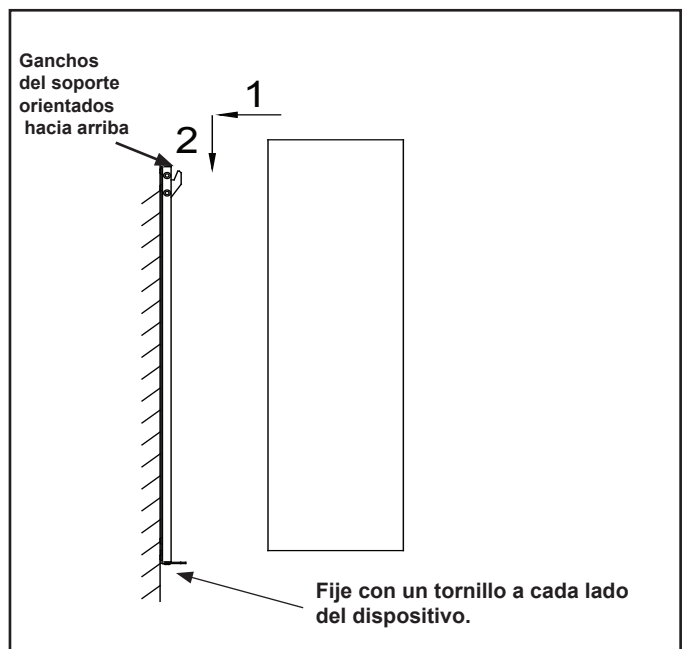

Figura 4.9 Fijación del dispositivo al soporte
- Cuelgue el dispositivo y tire de él hacia abajo para asegurarse de que los ganchos queden completamente enganchados. Consulte la Figura 4.9.
- Fije el dispositivo al soporte con dos (2) tornillos M5×10. Consulte la Figura 4.9.